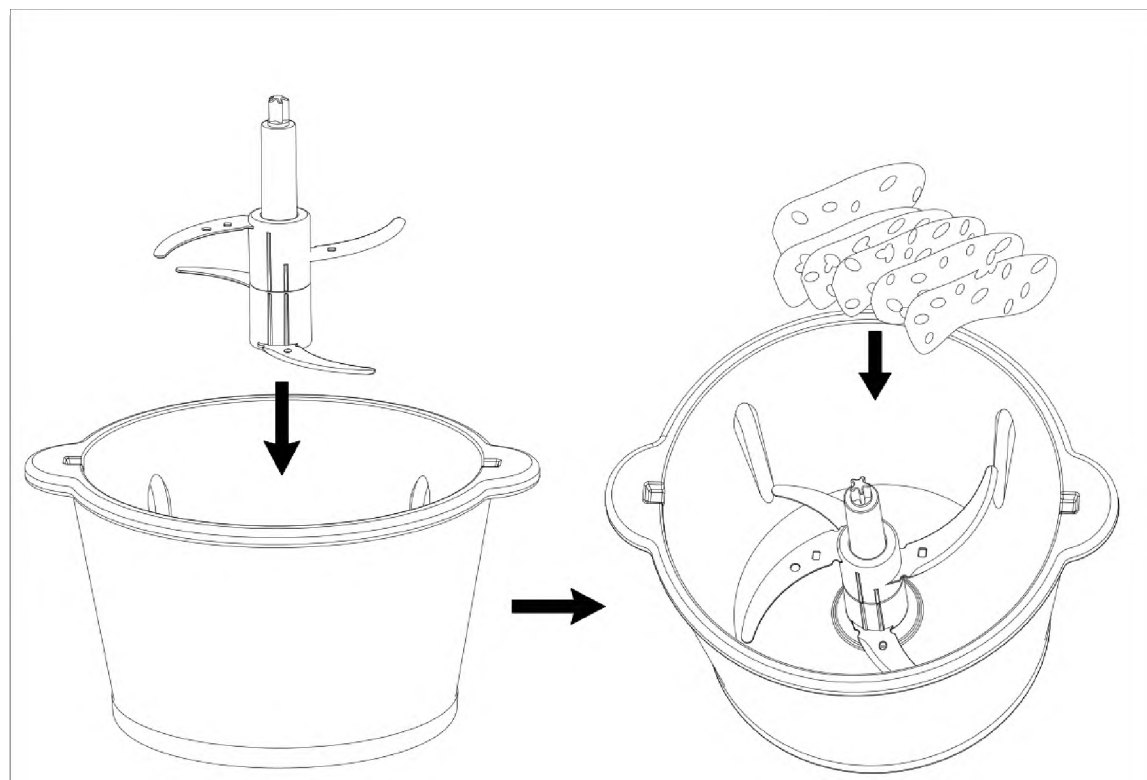

Figura 2
- b) Attaccare la lama principale / laterale, quindi mettere il cibo. (Figura 2)